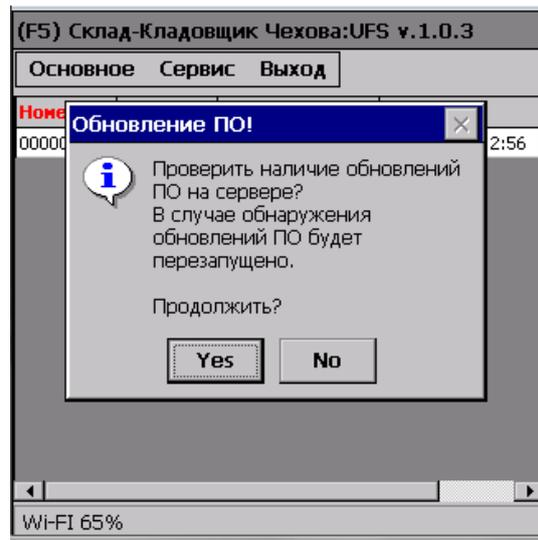

Рис. 8.3. Обновление ПО
- ✓ Проверить обновления – вызывает проверку обновлений новых версий программного обеспечения (см. Рис.8.3.). При утвердительном ответе проверится наличие обновлений, если обновления есть, программа закачает их и перезапуститься.